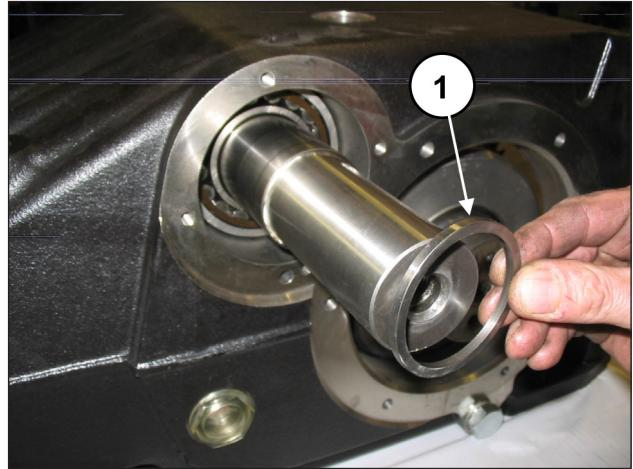
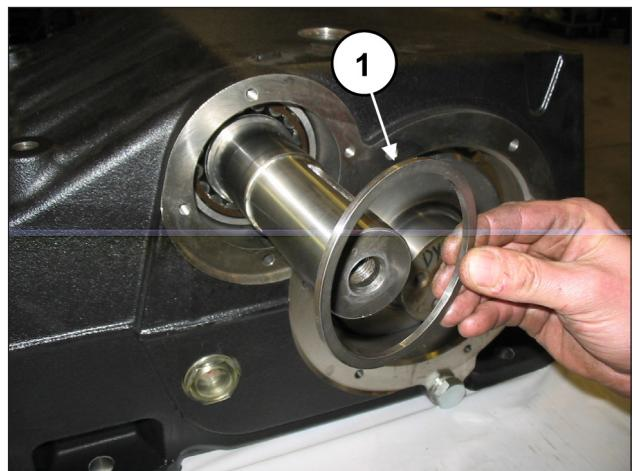

Fig. 59
Fig. 60
Insérer les entretoises du coussinet intérieur (rep. ①, Fig. 59) et extérieur (rep. ①, Fig. 60) des deux côtés.